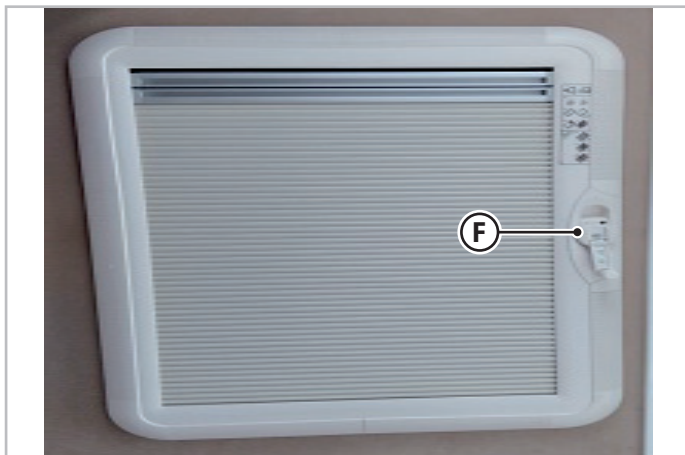

Fig.6.7 - Vipbart køje - Type B
Vipbart køje - Type B (Fig.6.7)
- Løft sikkerhedshåndtaget (**F** - Fig.6.7) og drej det mod uret for at løfte køjet til den ønskede position.